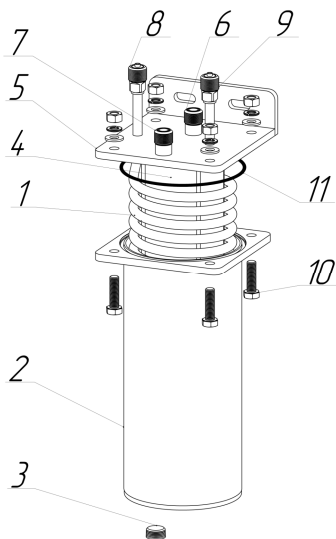

Рисунок 2 – Конструктивная схема холодильника ХПЗ
Конструктивно изделие состоит из двухходового (одноходового для ХПЗ-250.19) змеевика 1 (рисунок 2), помещённого в пространство съёмного кожуха 2 с сливной пробкой 3 (опция).
- демонтировать сливную пробку 3 (рисунок 2) при её наличии, слить охлаждающую жидкость;